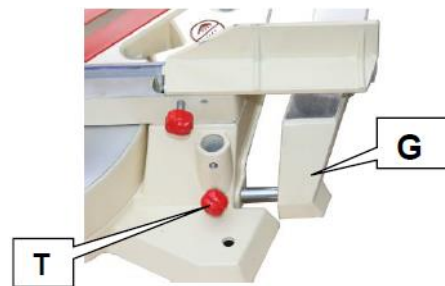

Рис. 3
Винтами (Т, Рис. 3) зафиксируйте удлинение стола (G) на месте.
Нажмите на блокирующую кнопку фланца пилы (R, Рис. 3) и ослабьте крепежный винт пильного диска при помощи ключа в комплекте (T).